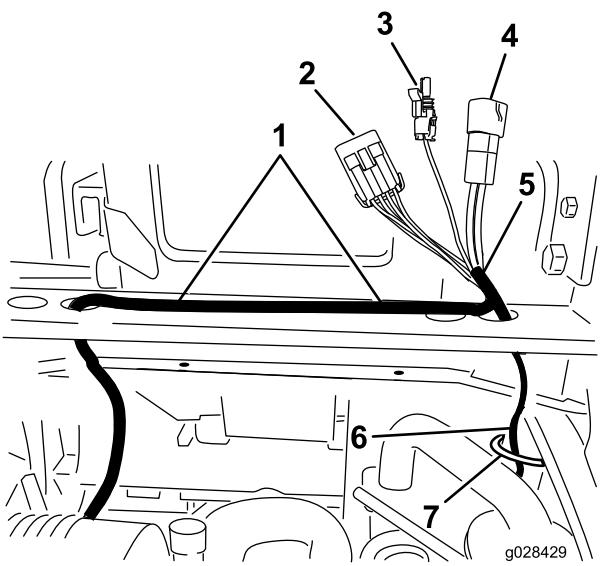

Bild 23
3. Verlegen Sie das lange Kabinenkabel (mit drei Anschlägen) von demselben Ende des Kabelbaums wie der große Anschluss entlang der Überrollschutzstrebe nach unten, unter der Rahmenstrebe der hinteren Abdeckung und nach oben durch das Loch in der Unterseite des Armaturenbretts hindurch (Bild 23).